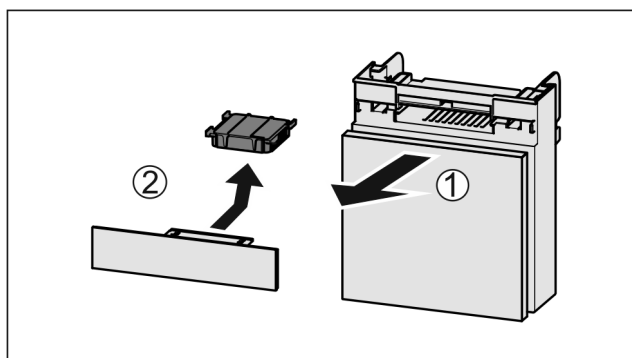

Fig. 136
- Extraire le compartiment par l'avant Fig. 136 (1).
- Sortir le filtre à charbon actif Fig. 136 (2).